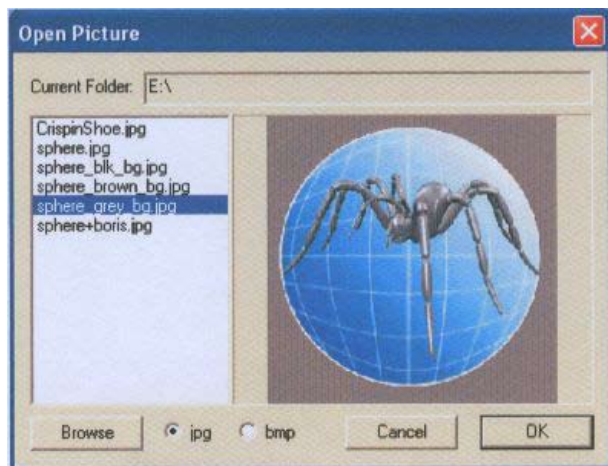

Рис. 116
- Нажмите кнопку **Browse** и выберите файл **sphere_grey_bg.jpg**, как показано, и нажмите **OK** (рис. 116).